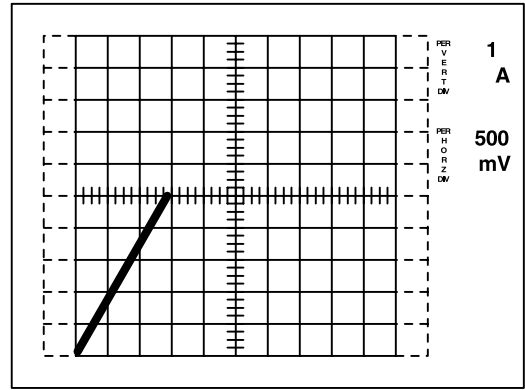

Рис.9. Сопротивление сток-исток
7. Подключите прибор с помощью переключателя LEFT/RIGHT и увеличивайте напряжение ручкой VARIABLE COLLECTOR SUPPLY, пока не будет достигнута желаемая величина тока стока.  $R_{DS(on)}$  получают из картинке, считывая пиковые значения тока и напряжения (См. Рис.9).  $R_{DS(on)} = V_d/A$ .